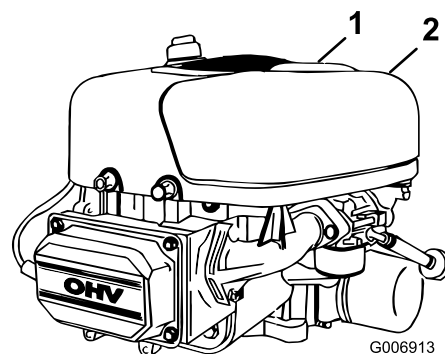

Bild 20
- Ziehen Sie den Griff an der Luftfilterabdeckung hoch und drehen Sie ihn in Richtung des Motors (Bild 20).